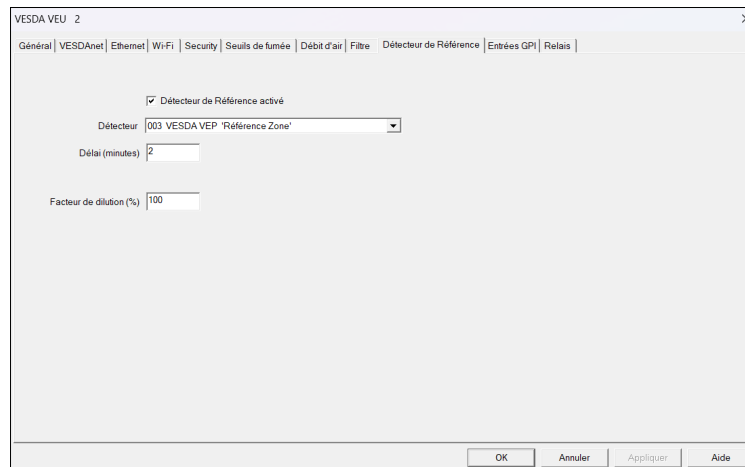

Figure 5 : Boîte de dialogue VSC pour la configuration du détecteur de référence
2. Sélectionner **Modifier** pour afficher la boîte de dialogue (Figure 5).
6. Après le test, définissez le *Facteur de dilution (%)* : dans la zone de texte Facteur de dilution (%) (Figure 5), entrer une valeur comprise entre 1 et 100 % - la valeur par défaut est 100 %.
7. Une fois le test terminé, régler le délai (minutes) : dans la zone de texte Délai (minutes) (Figure 5), entrer une valeur comprise entre 0 et 15 minutes - la valeur par défaut est 2 minutes.